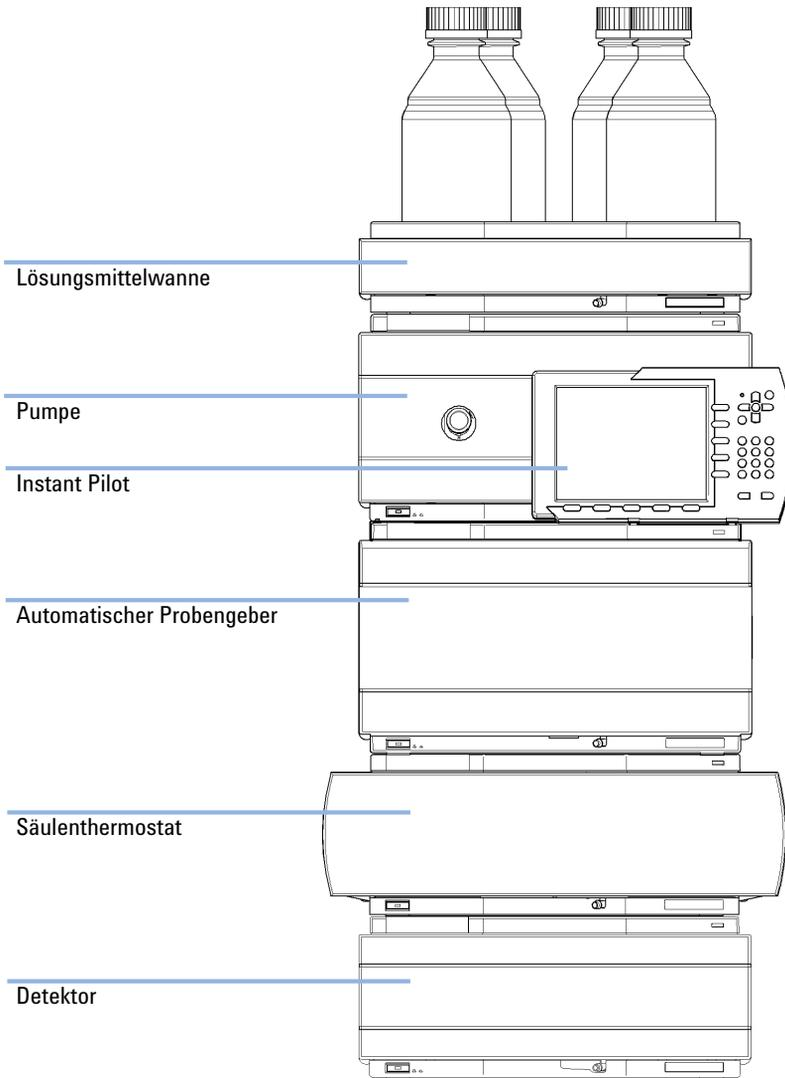
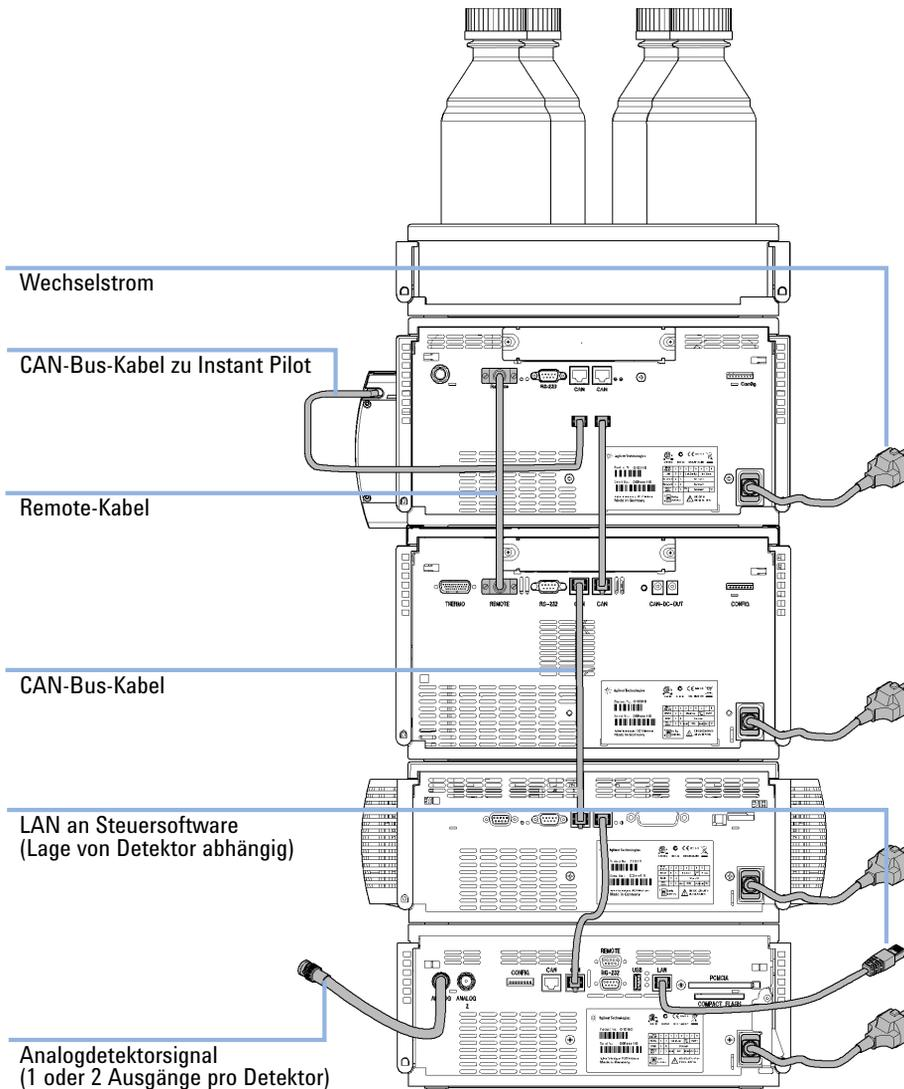

Abbildung 6 Empfohlene Geräteanordnung für 1260 Infinity (Vorderansicht)
Abbildung 7 Empfohlene Geräteanordnung für 1260 Infinity (Rückansicht)
Sie erzielen eine optimale Leistung, wenn Sie die Module des Agilent 1260 Infinity LC-Systems in folgender Konfiguration installieren (siehe Abbildung 6 auf Seite 37 und Abbildung 7 auf Seite 38). Diese Konfiguration optimiert den Flussweg hinsichtlich minimalen Totvolumens und minimiert den erforderlichen Platzbedarf.
- 1 Stellen Sie die einzelnen Module in der wie in Abbildung 6 auf Seite 37 dargestellten Geräteanordnung auf.
- 4 Verbinden Sie das CAN-Kabel mit dem CAN-Anschluss des nächsten Moduls, siehe Abbildung 7 auf Seite 38.
- 1 Stellen Sie den Vakuumentgaser in die Gerätetürme wie in Abbildung 6 auf Seite 37 dargestellt.
- 5 Verbinden Sie das APG-Kabel mit dem APG-Remote-Anschluss der Pumpe, siehe Abbildung 7 auf Seite 38.